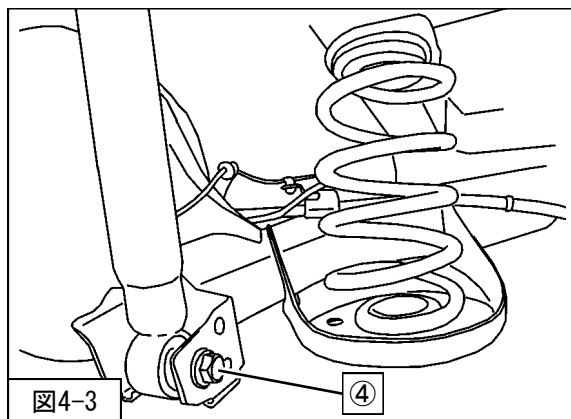

図4-3
4. リアアクスルビームASSYを少しずつ上げ、④リアショックアブソーバASSYロア取付ボルト・ナットを使用してリアショックアブソーバASSY (同梱品) を仮付けしてください。(図4-3)
12. ④リアショックアブソーバASSYロア取付ボルト・ナット (締付トルク: 58N・m) を本締めしてください。(図4-3)